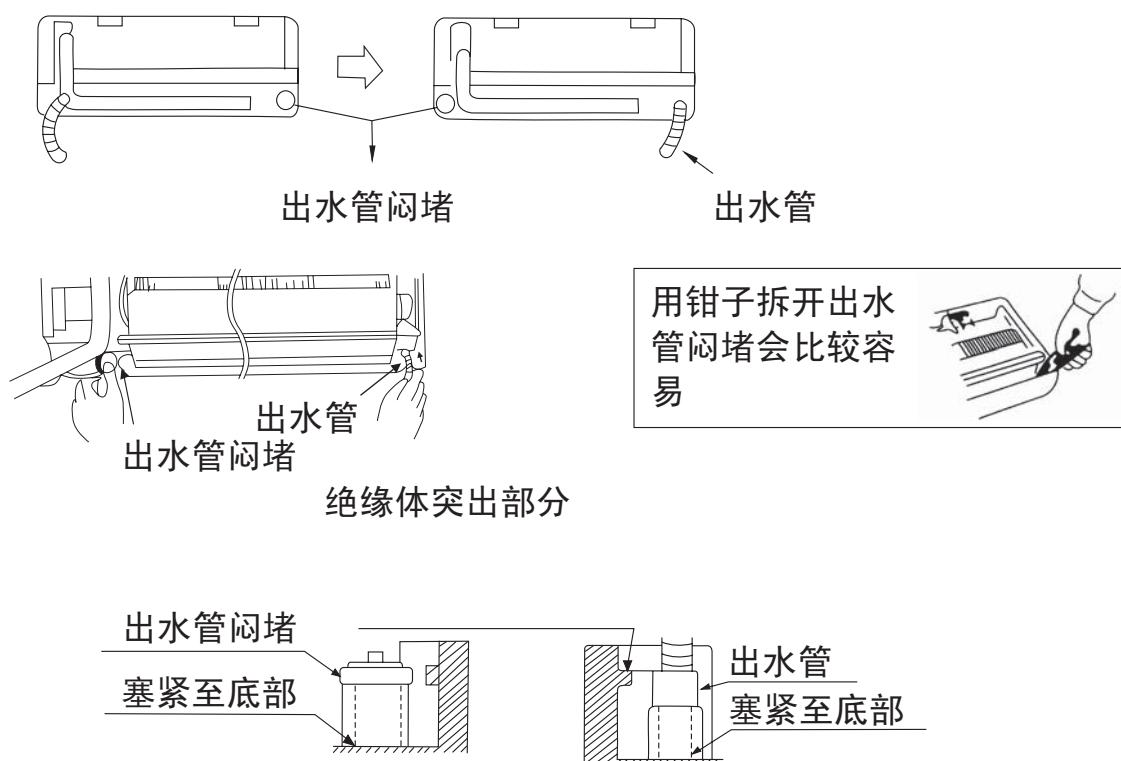

图23
(3) 如铜管从左边引出时, 需将出水管和出水管闷堵互换位置, 然后需如图23所示塞紧。(如果塞得不紧, 冷凝水将会漏出及滴落。)